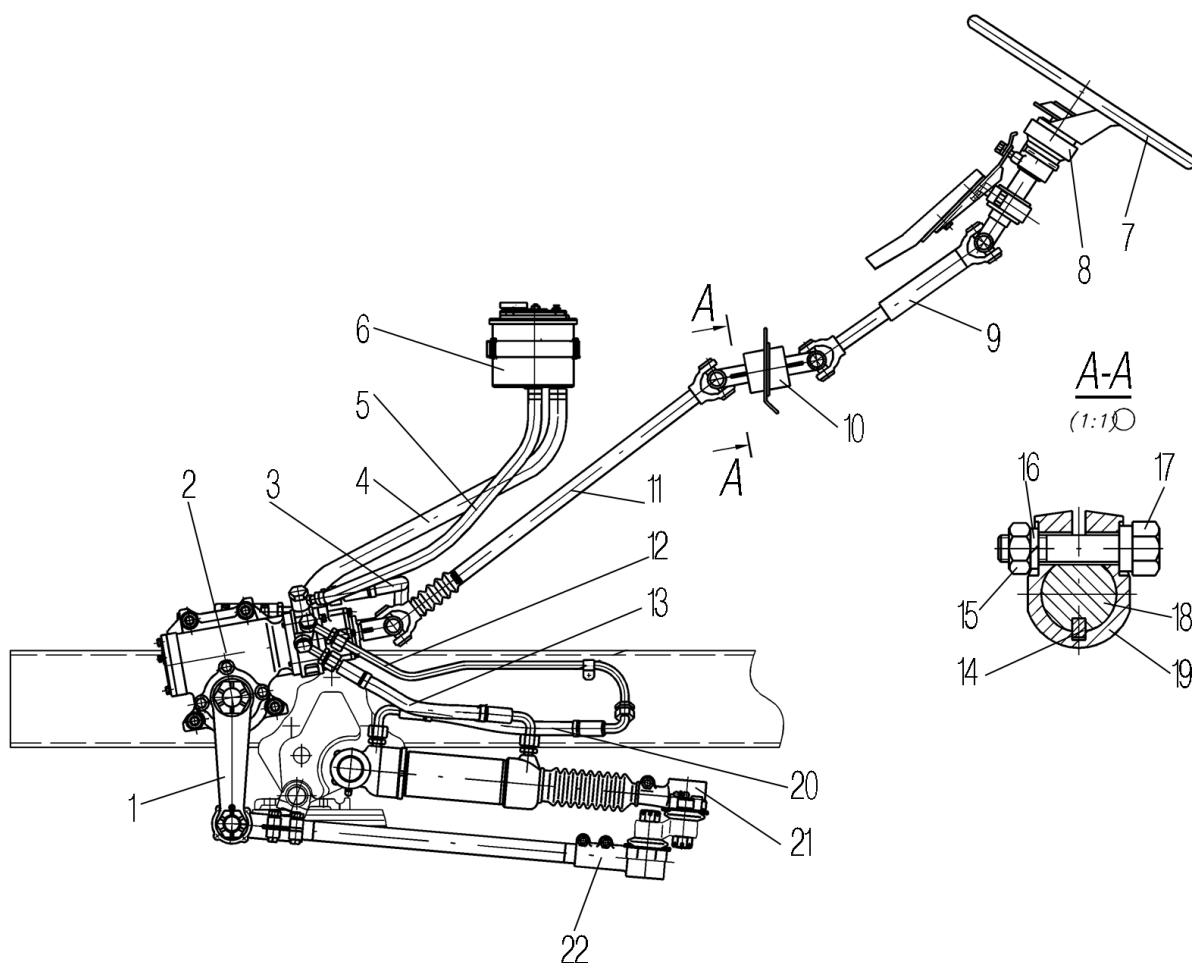
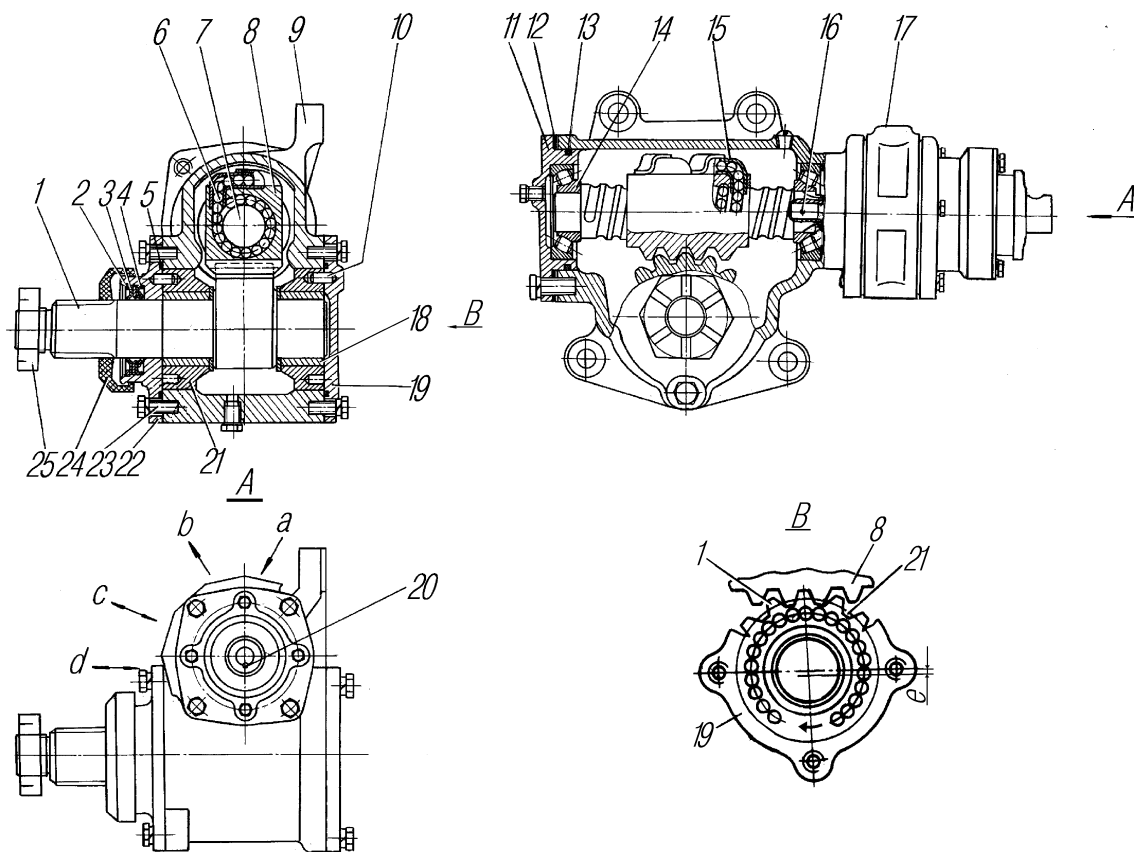
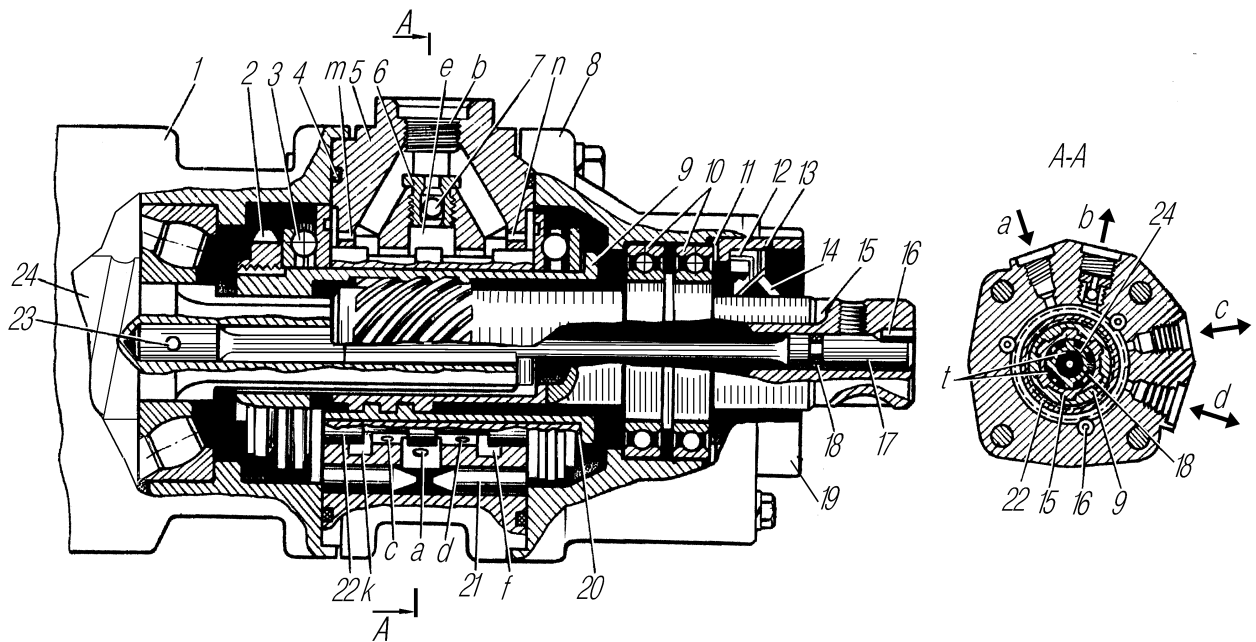

Рис. 50. Рулевое управление с механизмом типа винт-шариковая гайка-рейка-сектор:
Рис. 51. Механизм рулевой (винт-шариковая гайка-рейка-сектор):
Рис. 52. Распределитель гидроусилителя руля:
Рулевая колонка соединяется с рулевым механизмом карданными валами через промежуточную опору 10 (рис. 50). В конструкции промежуточной опоры применены подшипники закрытого типа, не требующие смазки.
Рулевой механизм с распределителем (рис. 51) включает в себя винт 7 и шариковую гайку-рейку 8, находящуюся в зацеплении с сектором 1. Полуокруглые винтовые канавки на винте и гайке-рейке образуют канал, заполненный при сборке механизма шариками 6 высокой точности.
Распределитель (рис. 52) установлен на рулевом механизме.
Рабочая жидкость от насоса поступает к средней канавке «е» (см. рис. 52). Поскольку в этом положении золотника канавки «е», «к» и «f» соединяются между собой, то масло, заполняя их и реактивные камеры, из распределителя через крайние канавки «к» и «f» и отверстие «b» сливается в масляный бак. При повороте рулевого колеса, например, вправо, втулка 9 с закрепленным на ней золотником 22 за счет винтового соединения перемещается в осевом направлении влево (в сторону рулевого механизма).
В начальный момент перемещения, когда давление в гидросистеме невелико, усилие на рулевом колесе, в основном, создается за счет закручивания торсиона, который непосредственно воздействует на вал 15. Винтовое соединение при этом перемещает золотник и практически не нагружается. При смещении золотника, величина которого ограничена зазором «t» в шлицевом соединении, прекращается доступ рабочей жидкости к кольцевой канавке «f». Жидкость от насоса подается к средней канавке «е», а затем через канал «d» в корпусе и далее по трубопроводу поступает в бесштоковую полость усилительного механизма 21 (см.рис. 50).
Из штоковой полости усилительного механизма жидкость по трубопроводам, через канал «с» (см.рис. 52) распределителя поступает в кольцевую канавку «к» и далее через отверстие «b» сливается в бак.
В рулевом механизме следует регулировать натяг в подшипниках 14 (см.рис. 51) и зазор в зацеплении гайки-рейки 8 с сектором 1.
1. Перед регулировкой натяга в подшипниках 14 закрепить рулевой механизм в тисках за проушины картера, отсоединить карданный шарнир (см.рис. 50). Вращением вала 15 (см.рис. 52) установить гайку-рейку 8 (см.рис. 51) и сектор 1 в одно из крайних положений. Определить момент, необходимый для проворачивания вала 15 (см.рис. 52) из крайнего положения в среднее (вал проворачивать на угол примерно 30°). Если момент меньше 0,9 Н.м (0,1 кгс.м), отрегулировать натяг в подшипниках 14 (см.рис. 51), уменьшив количество прокладок 12. После регулировки момент, необходимый для проворачивания вала 15 (см.рис. 52), должен быть в пределах 0,9-1,5 Н.м (0,1-0,15 кгс.м).
Наличие зазора определять покачиванием сошки в обе стороны (будет слышен легкий стук в зубчатом зацеплении) или поворотом вала 15 влево и вправо до начала закрутки торсиона 17 при зафиксированном секторе. Для регулировки зубчатого зацепления снять сошку, крышки 19 (см.рис. 51) и 22 и повернуть вкладыши 21 с подшипниками 18 по часовой стрелке (если смотреть со стороны вала сектора) на одинаковый угол так, чтобы исключить зазор в зубчатом зацеплении. После поворота вкладышей одно из отверстий во вкладышах должно располагаться в плоскости, проходящей через диаметрально расположенные резьбовые отверстия в картере 9 для крепления крышек 19 и 22. Установку крышек производить таким образом, чтобы фиксаторы 10 вошли в отверстия во вкладышах 21 и располагались друг против друга. При незначительном несовпадении фиксаторов и отверстий повернуть вкладыши в ту или другую сторону до совпадения фиксаторов и отверстий, обратив внимание на отсутствие зазора в зубчатом зацеплении. Крышки 19 и 22 после регулировки могут быть повернуты на 90° , 180° и 270° относительно первоначального положения.
После установки крышек момент, необходимый для проворачивания вала 15 (см.рис. 52) в среднем положении, должен быть в пределах 2,7-4,1 Н.м (0,27-0,41 кгс. м).